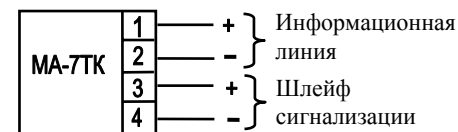

Рис. 2. Назначение клемм адресных меток МА-7ТК.
6.1.2. Схемы подключения адресных меток представлены на рис.2,3.